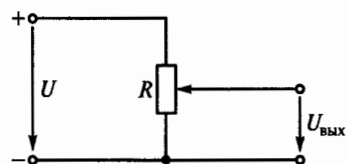

Рис. 266
**12.7.** Как изменится выходной сигнал потенциметрического датчика  $U_{\text{вых}}$  на рис. 266, если напряжение  $U$ , питающее потенциометр, увеличится?